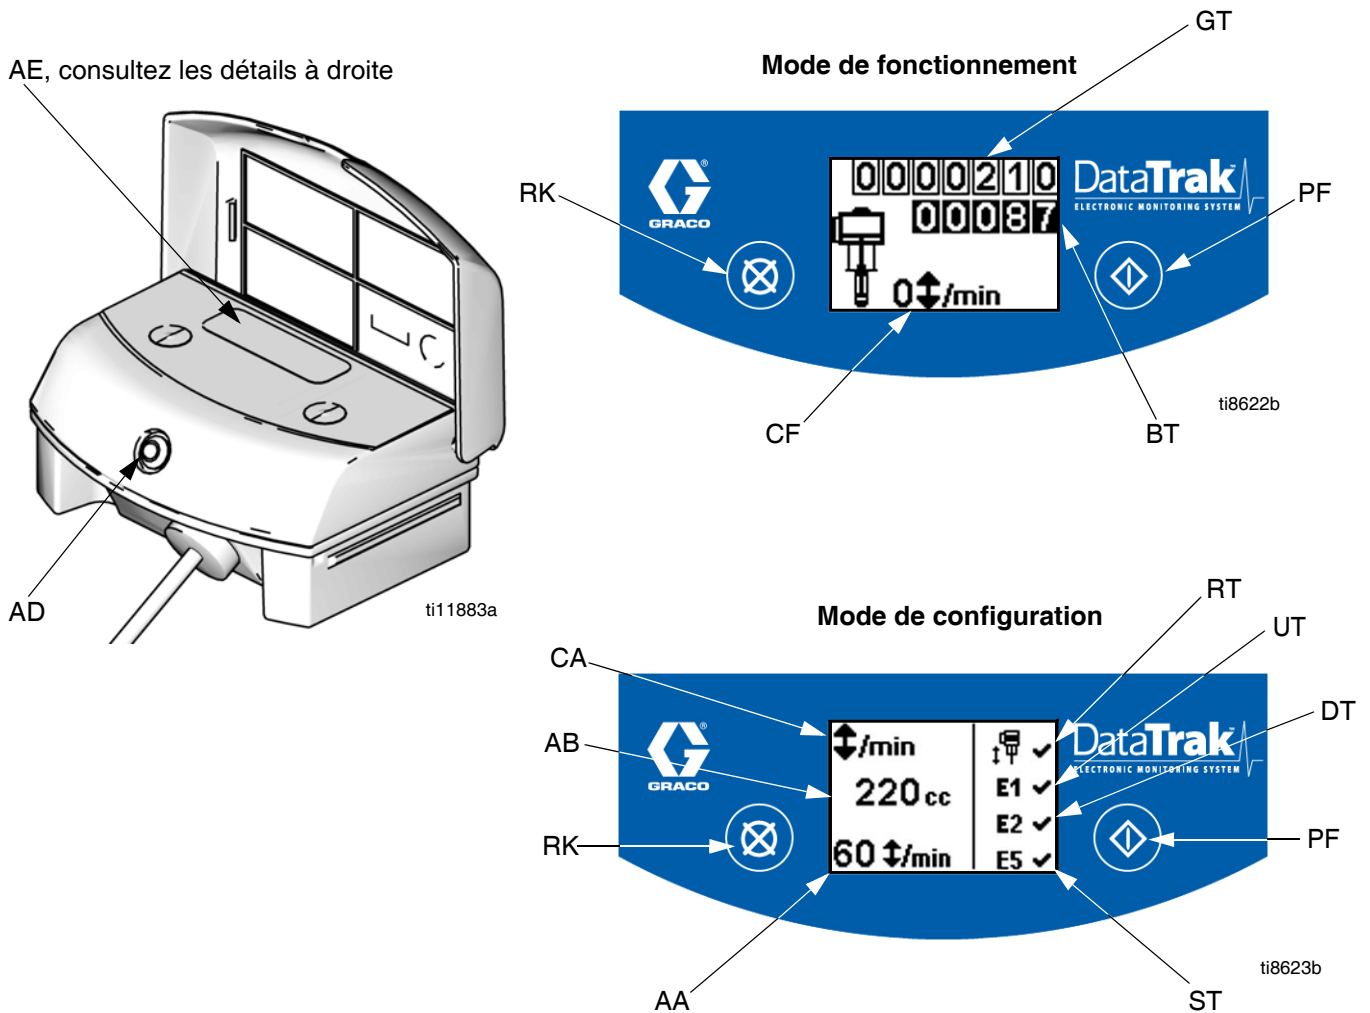

FIG. 8. Commandes et témoins du DataTrak
Légende de la FIG. 8
1. Consultez la section FIG. 8. Appuyez et maintenez  pendant 5 secondes jusqu'à ce que le menu Configuration apparaisse.
Lorsque emballé, les options d'erreur E1, E2, et E5 s'activent, le  s'affiche sur l'écran d'installation. Consultez la section FIG. 8.
1. Consultez la section FIG. 8. Si l'emballement de la pompe se produit, le solénoïde d'emballement s'enclenchera, arrêtant ainsi la pompe. La DEL (AD) clignotera et l'affichage (AE) indiquera une condition d'emballement (consultez le Tableau 1). L'affichage fera apparaître une suite de six écrans d'instructions.
3. Écrans d'emballement 3 et 4 : une fois l'air complètement purgé, poussez le bouton de libération du solénoïde (J) pour réinitialiser la vanne d'air. Le bouton revient vers le haut lorsque la vanne d'air est de nouveau pressurisée.
(consultez la section FIG. 8).
1. Consultez la section FIG. 8. Pour passer au mode Amorçage/Rinçage, appuyez sur n'importe quelle touche pour activer l'affichage, puis appuyez sur . Le symbole d'Amorçage/Rinçage apparaîtra dans l'affichage et la LED clignotera
2. En mode Amorçage/Rinçage, la protection contre l'emballement est désactivée et le totalisateur de lots (BT) ne compte pas. Le totalisateur général (GT) continue le décompte.
Consultez la section FIG. 8. Le dernier caractère du totalisateur de lots (BT) représente les dixièmes de gallons ou de litres. Pour réinitialiser le totalisateur, appuyez sur n'importe quelle touche pour activer l'affichage, puis maintenez cette touche enfoncée  pendant 3 secondes.
Consultez la section FIG. 8. L'affichage (AE) s'éteindra après 1 minute d'inactivité en mode de fonctionnement ou après 3 minutes en mode de configuration. Appuyez sur n'importe quelle touche pour activer l'affichage.
DataTrak peut diagnostiquer plusieurs problèmes de pompe. Lorsque le dispositif de contrôle détecte un problème, la DEL (AD, FIG. 8) clignote et un code de diagnostic apparaît à l'écran. Consultez la section Tableau 1.